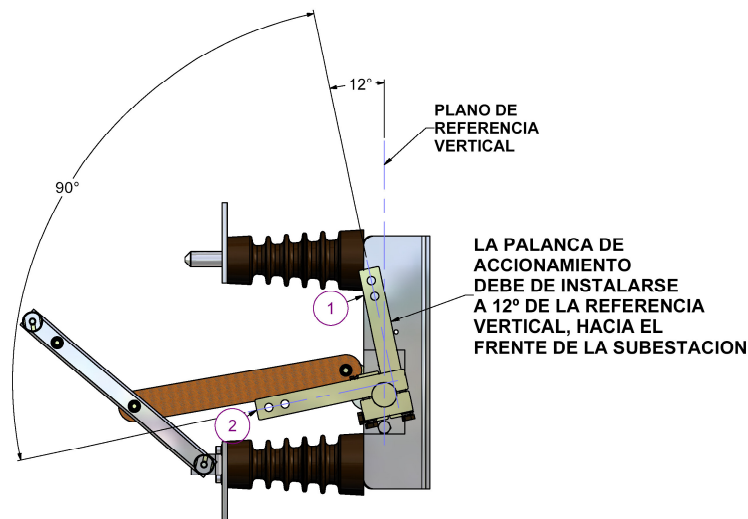

FIGURA 3
3. Opere el equipo como se observa en la figura 3 :